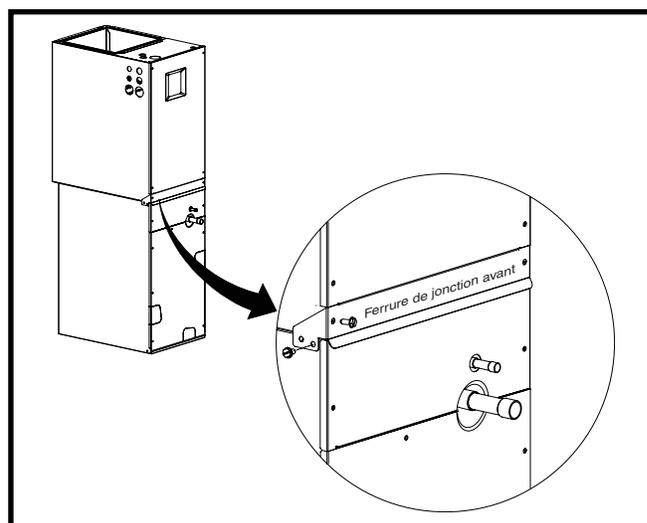

Figure 3. Installation de la ferrure avant (installation ascendante seulement)
- Fixez la ferrure de jonction avant sur le devant de l'appareil modulaire. Alignez les trous pour vis de la ferrure sur les trous de la ferrure avant inférieure et le panneau supérieur du boîtier du serpentin. Voyez la Figure 3.
- Retirez la ferrure inférieure avant (Figure 3) de l'appareil modulaire. Conservez les vis pour les réutiliser plus tard.